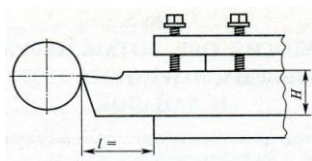

Рис.6.
26. Напишите, чему равен допустимый вылет резца из резцедержателя (Рис.6.)?